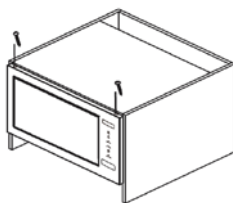

Рис.2
2. Вам потребуются 2 винта М3Х22, вкрутите винты в два отверстия (см. рис. 2), делая